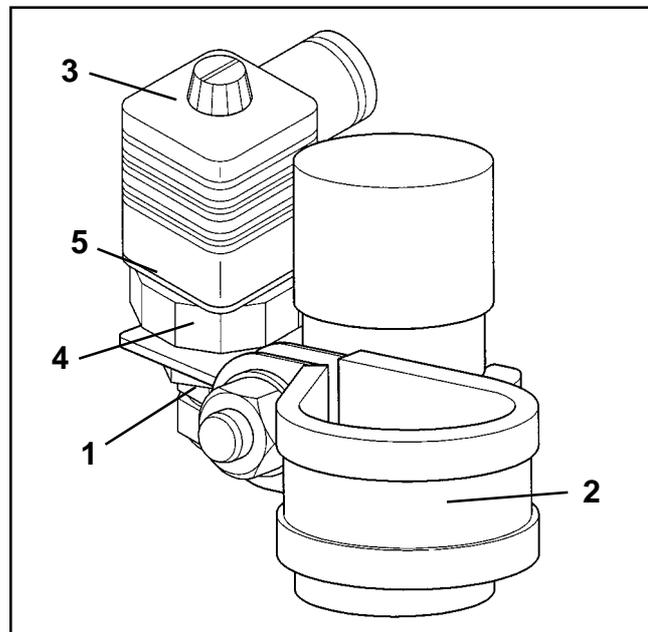

Fig. 11.5
- Pour chacun des éléments semeurs déposés, fixez une prise de mis hors fonction (Fig. 11.5/1) (code : 913 696) au conduit d'air de l'élément semeur avoisinant en utilisant un collier (Fig. 11.5/2).
- Branchez et fixez le câble de connexion capteur optique – boîtier d'interconnexion en brochant de domino femelle (Fig. 11.5/3) sur le domino mâle (Fig. 11.5/4).
**Veillez au montage, à positionner correctement le joint plat (Fig. 11.5/5) entre le domino mâle et le domino femelle (joint d'étanchéité contre l'humidité).**